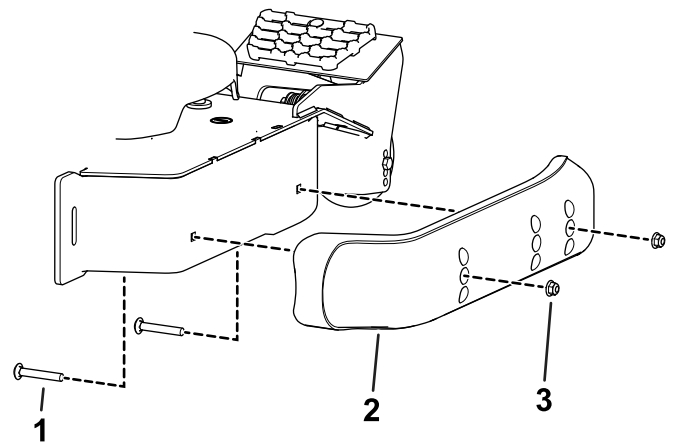

Figura 14
- Spostate il pattino alla posizione desiderata e fissatelo all'apparato di taglio con i bulloni a testa flangiata e i dadi (Figura 14).